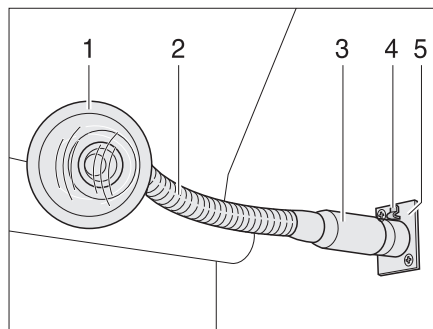

Fig. 106 Caja de enchufe con lámpara enchufada
- Sujetar la lámpara enchufable (Fig. 106,3) por el pie.
- Presionar el botón de desbloqueo (Fig. 106,4).
- Tirar la lámpara enchufable (Fig. 106,1) fuera de la caja de enchufe (Fig. 106,5).
- Agarrar la lámpara enchufable del "cuello de cisne" (Fig. 106,2) (caso disponible) o de la carcasa, y girarla.